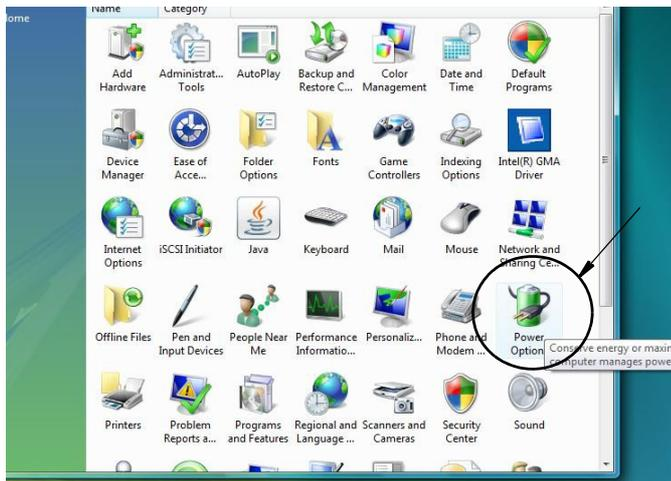

ABB. 17
2. Wählen Sie das Symbol „Energieoptionen“ (ABB. 17).